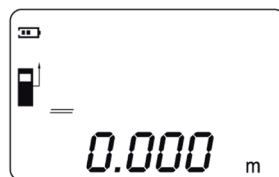

Fig. 25
- Impostare la filettatura come punto di riferimento della misurazione attraverso il tasto 6 (fig. 25).